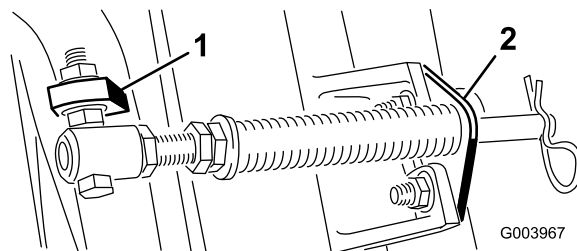

Рисунок 5
стороны выступа, как показано на Рисунок 5.
- D. Присоедините кронштейн штока к выступам режущих блоков с помощью каретных болтов и гаек (Рисунок 5).